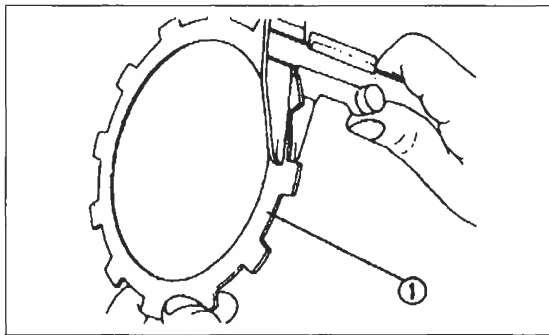

Bild 100 ►
- Schlitz im Kupplungskorb und -Nabe dürfen keine von Scheiben verursachten Riefen, Kerben oder Scharten aufweisen (Bild 100). Ge-